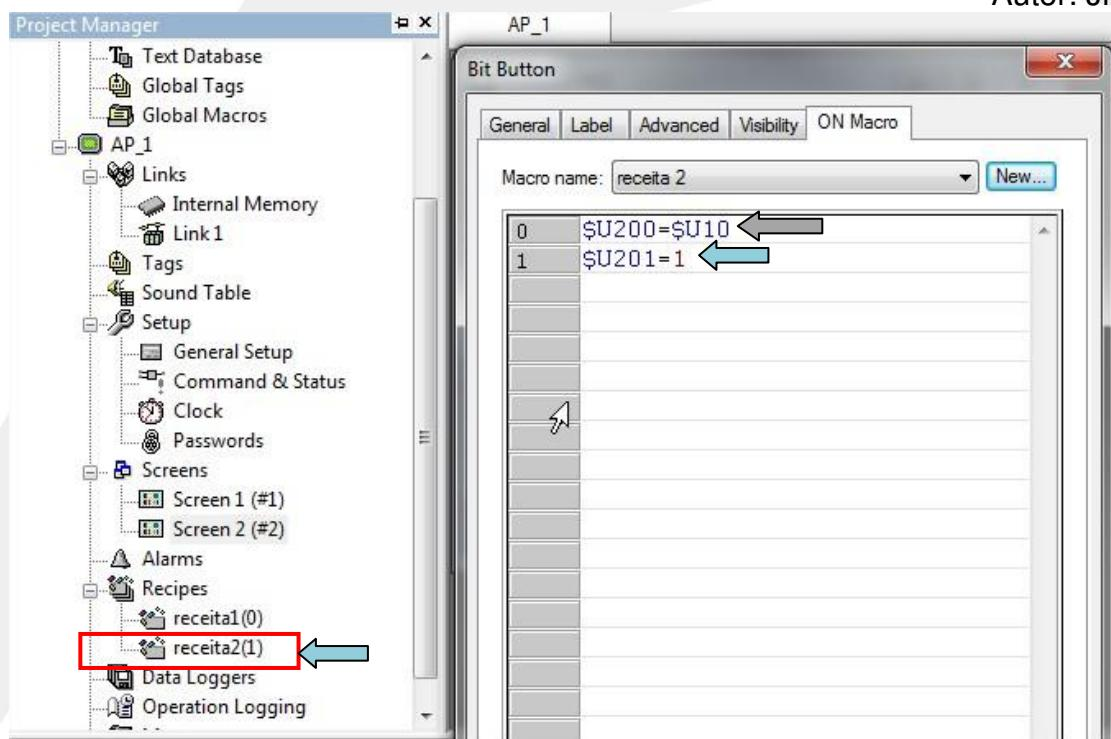

Figura 10
- Definimos “\$U201 = 0” (armazena na memória interna U201,o valor “1”, indica que queremos enviar a tabela de receita2 (1)
- Definimos “\$U200=\$U11”( armazena na memória interna U200, o valor contido na memória interna U10, onde U10 é a entrada numérica do selecionador de receita. Conforme figura 10 abaixo.